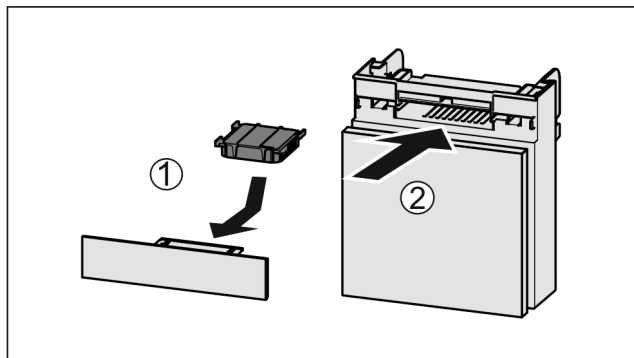

Fig. 246
- ▶ Umetnite filter s aktivnim ugljenom kao što je prikazano na slici Fig. 246 (1).
- ▶ Umetnite pretinac Fig. 246 (2).